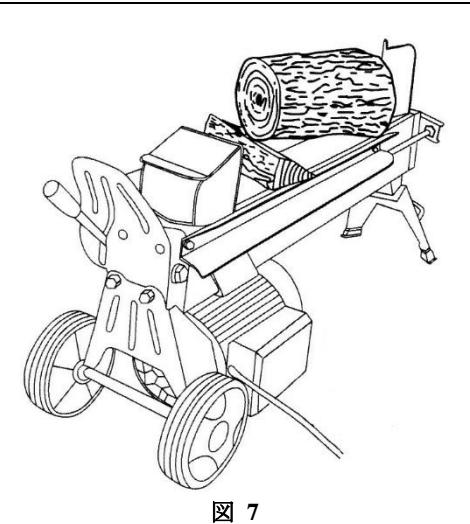

図 7
3. くさび状に割った薪をエッヂから外れない薪の下に割りこめます。(図 7)